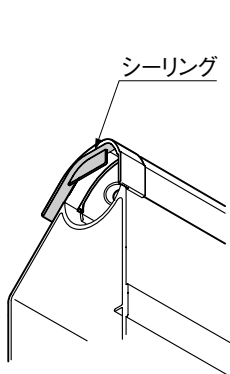

図5-1
- ① 自在桁キャップが取付く自在桁カバーキャップに、シーリング材を塗布してください。(図5-1参照)